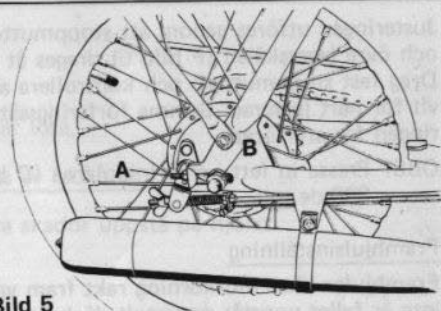

Bild 5
Detta sker med sträckarskruvarna (A bild 5). Lossa axelmuttern (B bild 5) och drag åt respektive. Lossa på sträckarskruvarna tills rätt kedjespänning erhålles. Tillse att kedjan spårar, d v s att den är helt i linje med de båda dreven. Drag åt axelmuttern (B) efter avslutad justering.